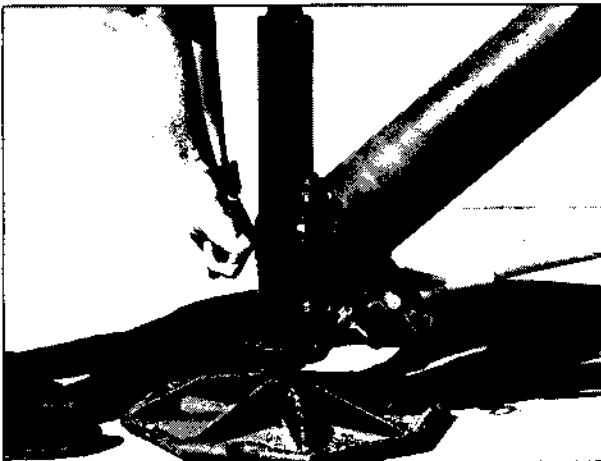

Bild 83
12. Unteres Rohr aus dem mittleren Rohr ziehen (Bild 83) und Stützheber auf die Bodenplatte absetzen.